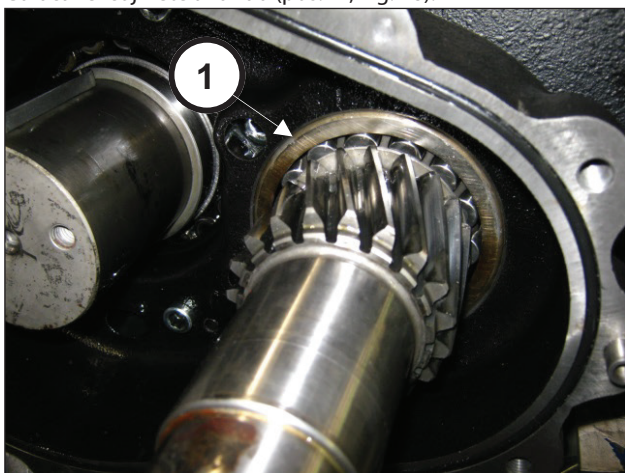

Fig. 78
Colocar el cojinete a fondo (pos. ①, Fig. 78).